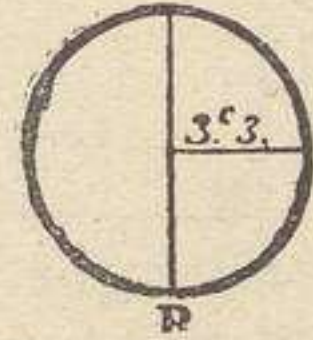

Fig. 126 ( $\frac{1}{5}$  del tamaño real). Fondo del gorro.
**Fondo del gorro.**— Se traza una circunferencia de 6 cms. 6 de diámetro (véase la fig. 126).